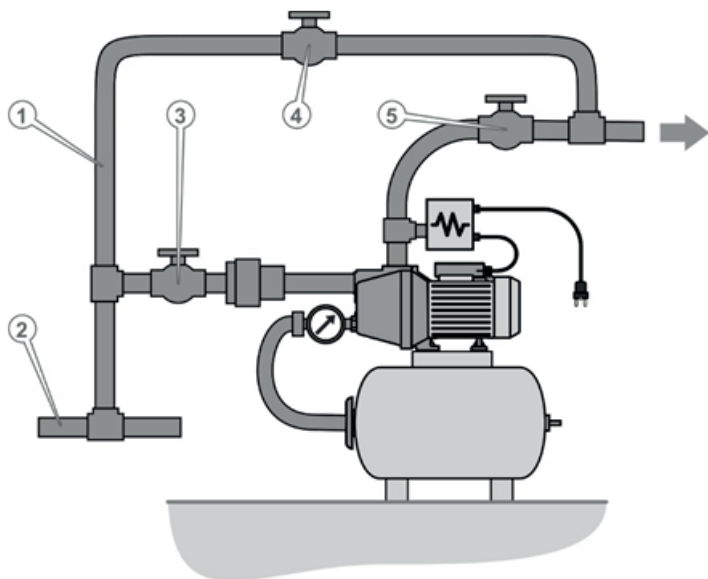

Рисунок 6. Схема монтажу насосної станції в діючу систему централізованого водопостачання для підвищення тиску.
1. Змонтувати насосну станцію в активну систему водопостачання (рис. 6).
2. Змонтувати обхідну гілку водопроводу — байпас (1, рис. 6), що дає змогу в разі виходу з ладу насосної станції пустити воду в обхід насосної станції (рис. 13). Байпас має бути оснащений окремим запірним краном (4, рис. 6), який перебуває в закритому стані під час роботи насосної станції.
крани закривають, а запірний кран (4, рис. 6) байпаса відкривають для забезпечення функціонування системи водопостачання, оминаючи насосну станцію.